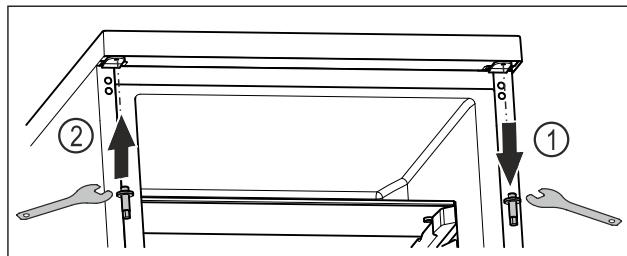

Fig. 14
- Відкрутіть верхній болт за допомогою шестигранного ключа. Fig. 14 (1)
- Затягніть болт із протилежного боку за допомогою шестигранного ключа. Fig. 14 (2)